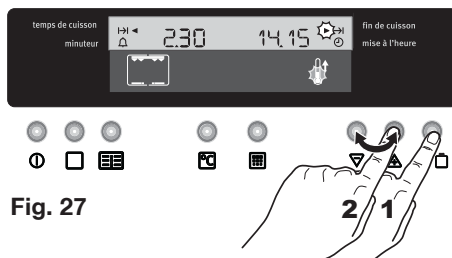

Fig. 27
1. Appuyez sur la touche ① pour allumer le four.
5. À ce moment là, appuyez sur la touche  (Fig. 27). L'indication du temps s'affiche, le voyant de ► → clignote.
6. Pendant ce temps, appuyez sur les touches ▲ ou ▼ pour sélectionner l'heure de fin du cycle pyrolytique (Fig.27).